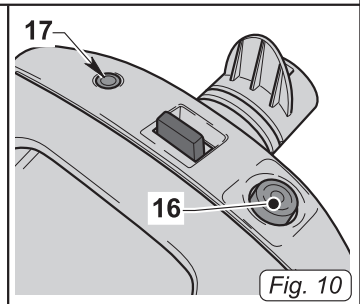

Fig. 10
- Для включения прибора нажать выключатель (16 Рис. 10), световой индикатор которого загорится.
- Включение лампочки (17 Рис. 10) указывает, что бумажный мешок заполнен и должен быть заменен.
- Для выключения прибора нажать выключатель (16 Рис. 10).